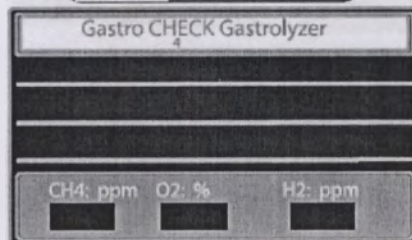

fig.6
2. Подождите 20 минут, пока монитор не прогреется. После этого отобразится стартовое окно (Рис. 6).